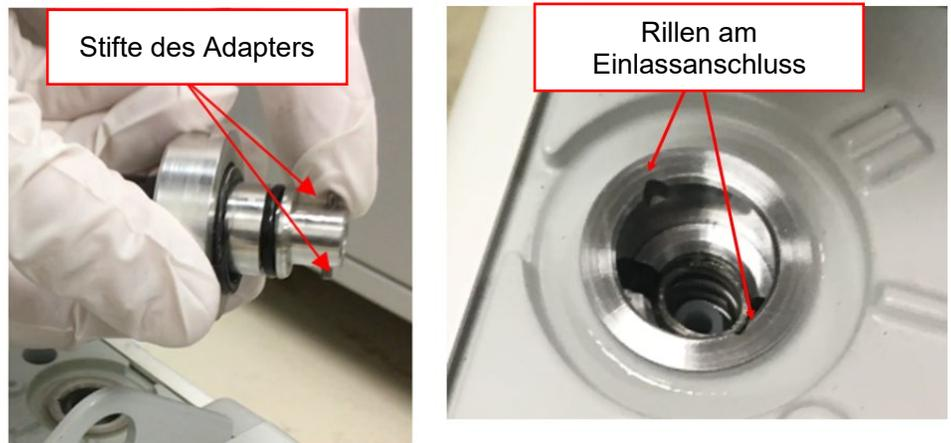

Abbildung 12: Lokalisierung der zusammenpassenden Stifte und Rillen
- 5) Richten Sie die Stifte des Gasballastadapters an den entsprechenden Rillen am Einlassanschluss der Vorpumpe aus. Siehe Abbildung 12.